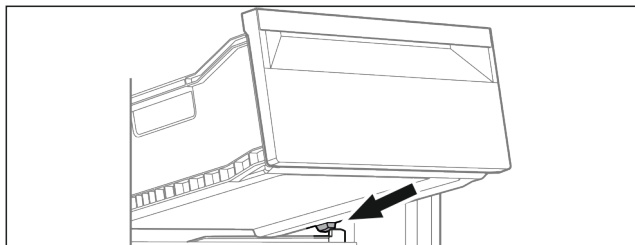

Fig. 12
- ▶ Nasad'te zásuvku šikmo za zarážky na žebrování na nádoby Fig. 12 ().